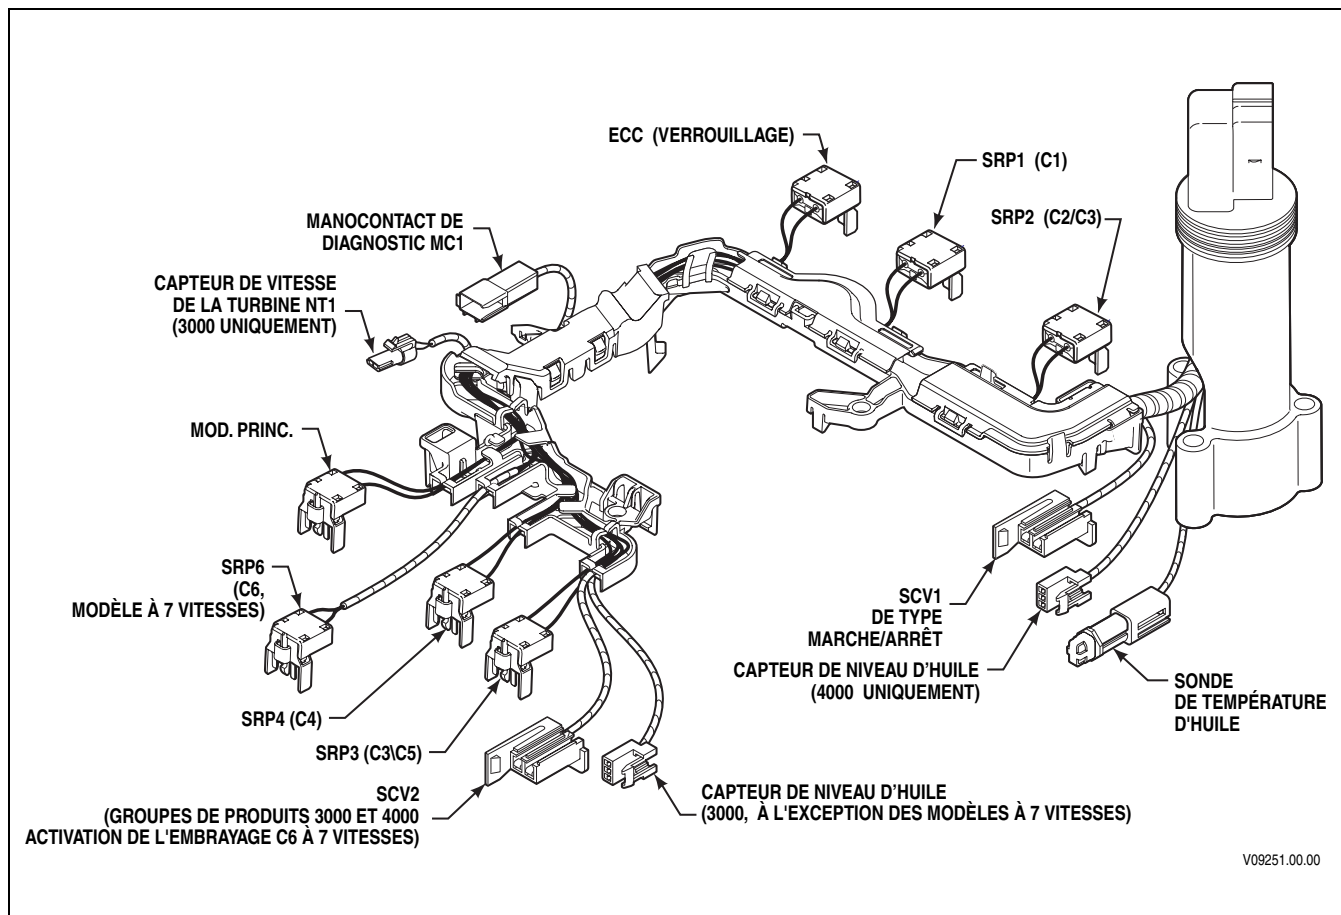

Figure 1-10. Faisceau de fils interne pour commandes Allison 4^{ème} génération
B. Faisceau de fils interne (Figure 1-10)